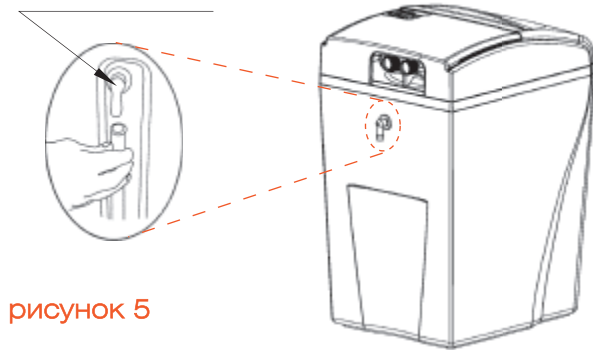

рисунок 5
- 1 Подсоедините угловой патрубком переливной линии и убедитесь, что он повернут вниз (см. рисунок 5).